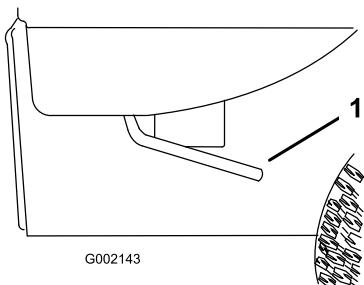

Figura 27
1. Com a alavancas em cada um dos lados, levante a caixa (Figura 27).